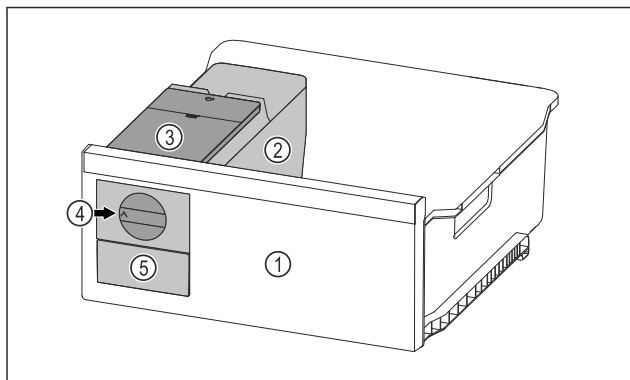

Fig. 69 Beispielhafte Darstellung
- Drehknopf Fig. 69 (4) im Uhrzeigersinn bis zum Anschlag drehen.
- Eiswürfel fallen aus der Eiswürfelschale in das Eiswürfelschubfach Fig. 69 (5). Wenn sich nicht alle Eiswürfel aus der Eiswürfelschale herauslösen: